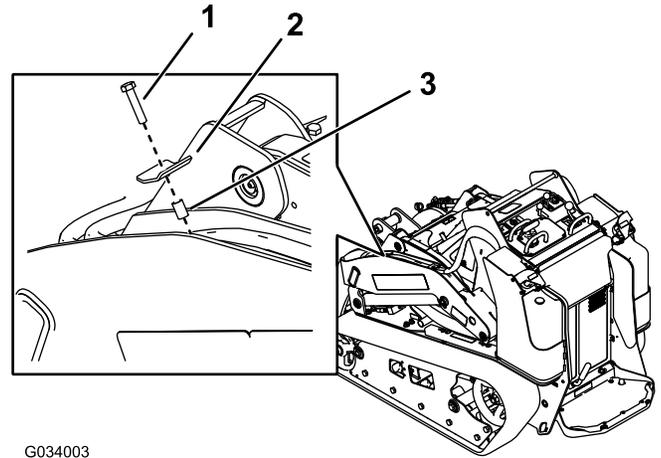

Figure 5
1. Enlevez la plaque de maintien de flexible avant gauche (Figure 5).